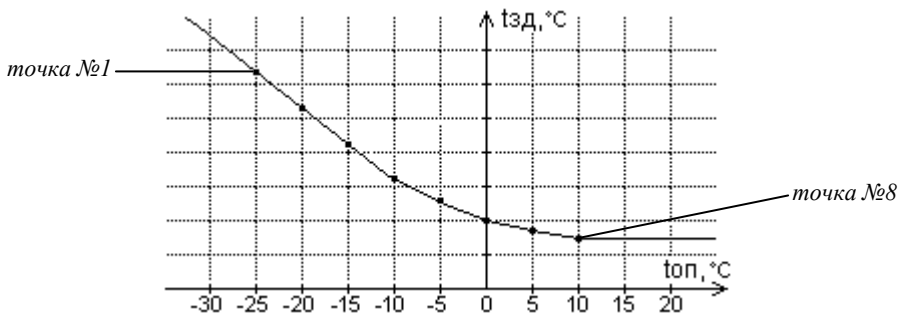

Рис. 7 Температурный график
6.4.3.5 Меню “График” предназначен для ввода температурного графика (например, «температура “подачи”-наружный воздух», «температура “обратки”-наружный воздух», «температура смешанной воды-наружный воздух», «температура в помещении - наружный воздух», «температура “обратки”- температура подачи»). Внешний вид температурного графика показан на рис.7.